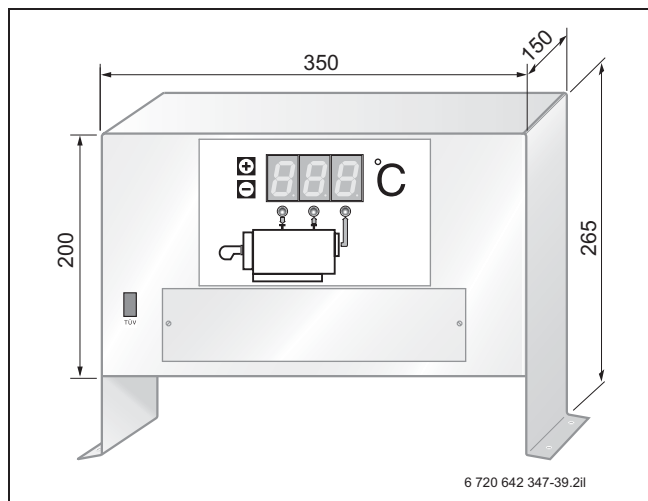

Рис. 45. Системы управления и индикации DA...
- 2 Система управления и индикации DA... (см. рис. 45, стр. 68)